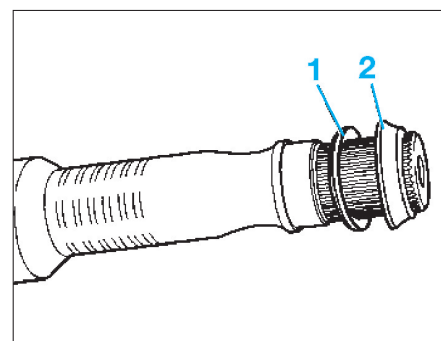

FIG. 6
- mettre en place la rondelle élastique (1) et la rondelle d'appui (2) (Fig.6).